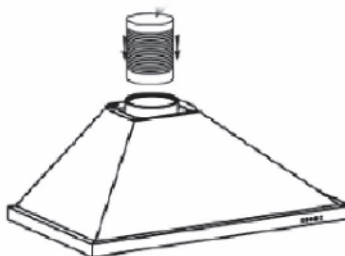

fig. 3
- Skruva i det förlängbara höljet (inte inkluderat) för utloppet över motorns utlopp utan att hindra backventilens rörelser. (fig. 3)